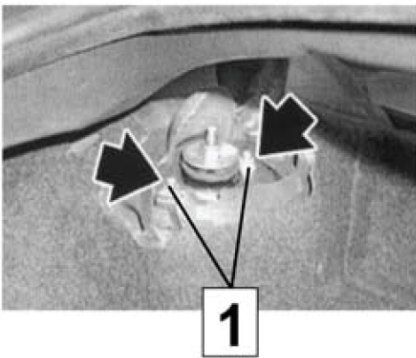

Fig. 7
- **Fig. 7** Obere Abdeckkappe entfernen und die Befestigungsmuttern (1) abschrauben, dabei Stoßdämpfer gegenhalten und vorsichtig entnehmen.
- **Fig. 7** Enlever le capuchon supérieur et dévisser les écrous de fixation (1),
- **Fig. 7** Retirar la caperuza superior y desatornillar las tuercas de sujeción (1), mantener sujeto el amortiguador y retirarlo cuidadosamente.